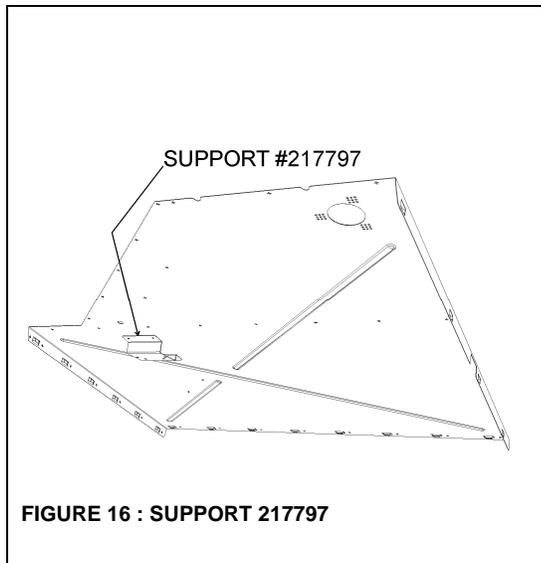
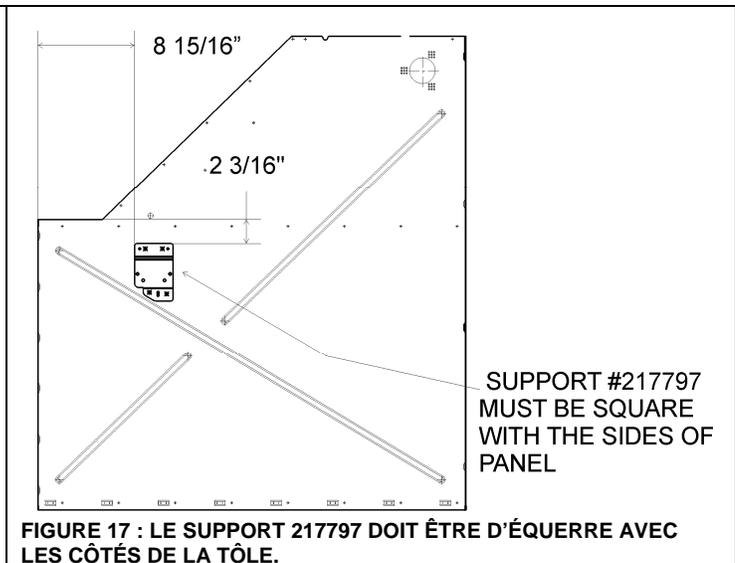

FIGURE 16 : SUPPORT 217797
FIGURE 17 : LE SUPPORT 217797 DOIT ÊTRE D'ÉQUERRE AVEC LES CÔTÉS DE LA TÔLE.
- 2) Installer le support 217797 (voir FIGURE 16). Localiser le support selon les mesures indiquées (FIGURE 17).